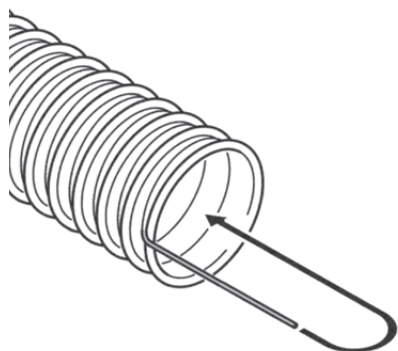

Fig. 128 Denudare il cavo di massa e piegarlo verso l'interno
- ▶ Denudare il cavo di massa per circa 5 cm su tutte le estremità del tubo flessibile e piegarlo verso l'interno nel tubo flessibile – Fig. 128.